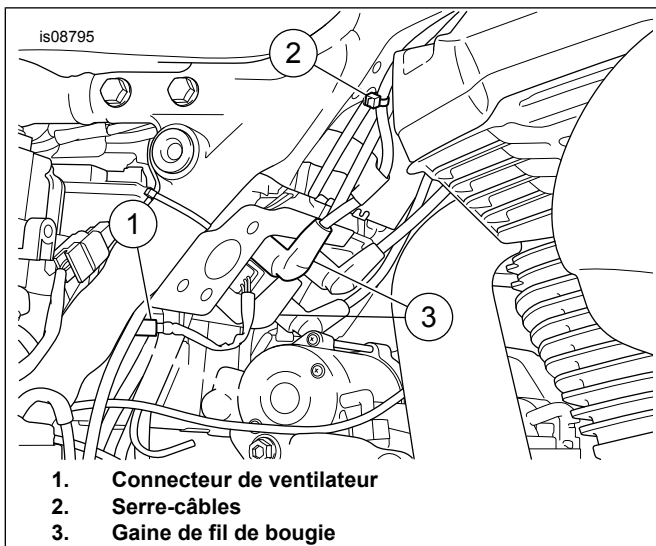

Figure 1. Connecteur de ventilateur
7. Voir Figure 1 . Localiser le connecteur du ventilateur (1) et le débrancher.
- Une fois repositionnés, les capuchons de bougies droites (3) sur le pack bobines doivent être orientés vers le côté gauche du véhicule.
- Voir Tableau 1. Le cadre comporte des trous pour permettre l'utilisation de serre-câbles à embase sapin (12) pour aider à acheminer correctement un faisceau de câbles ou à fixer les fils de bougie.
- Lors de l'acheminement des fils de bougie (2), s'assurer que le dégagement est suffisant entre le cadre et l'ensemble moteur.
Voir Figure 1 . Repositionner les gaines de fils de bougie droite.